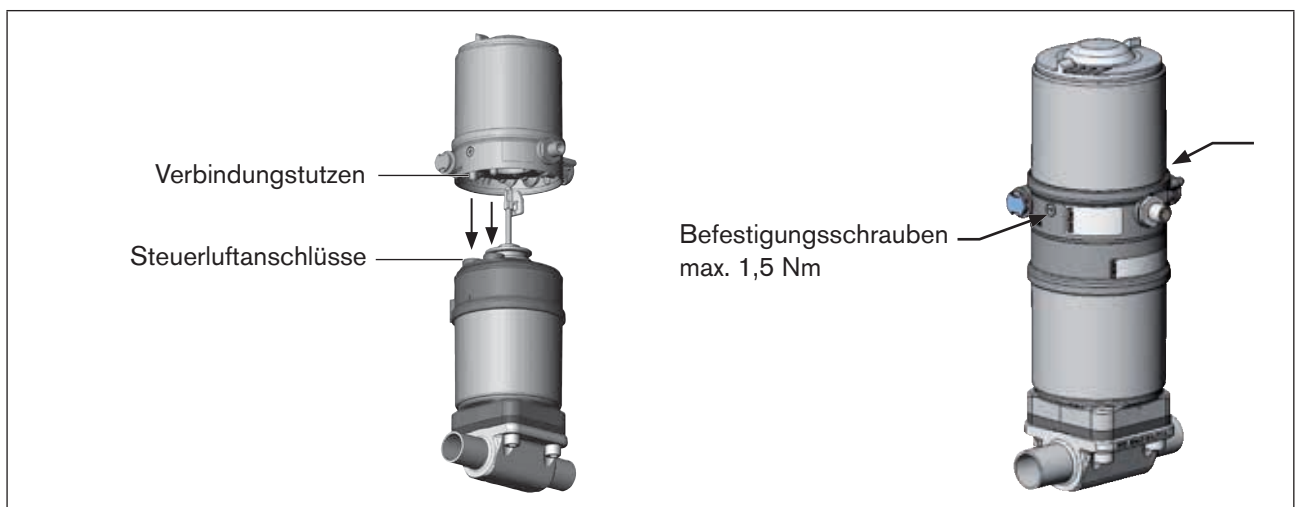

Bild 10: Montage Steuerkopf, Reihe 21xx
2. die Verbindungsstutzen des Steuerkopfs in die Steuerluftanschlüsse des Antriebs (siehe „Bild 10“) hineinfinden.